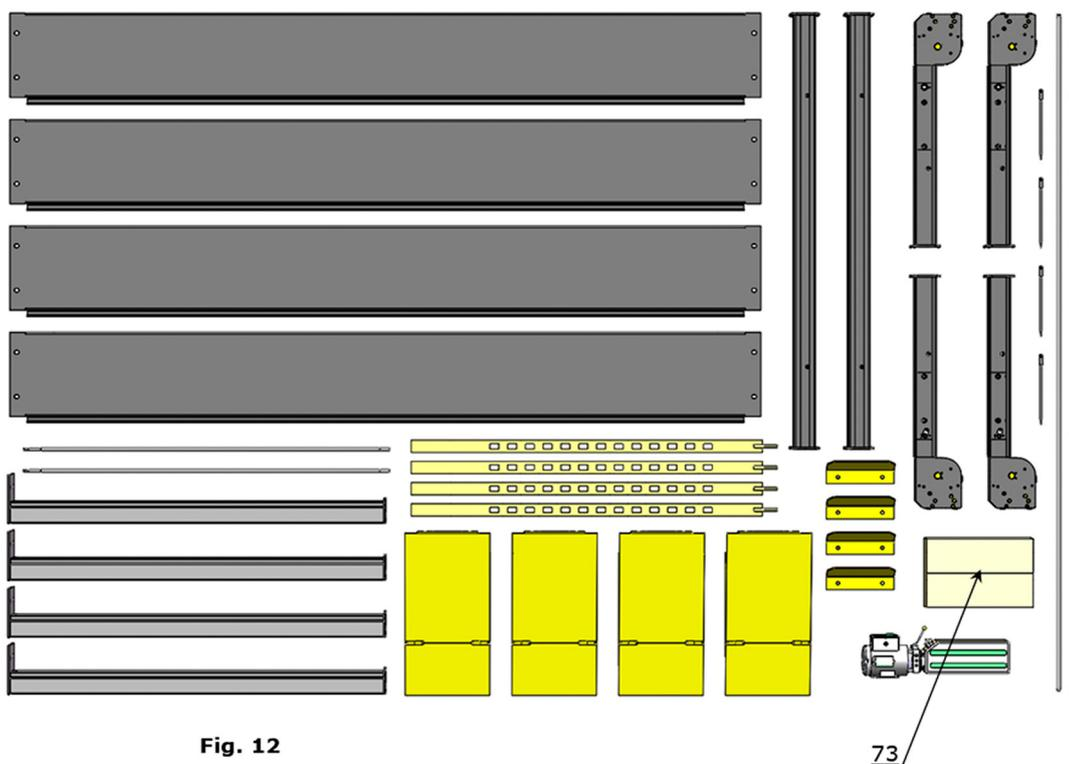

Fig. 12
6. Movimente as peças e verifique-as de acordo com a lista de peças (ver Fig. 12).